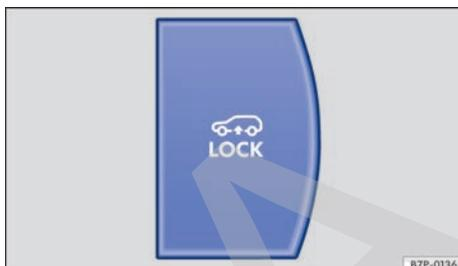

Fig. 169 En la parte inferior de la consola central: tecla Lock de la limitación de velocidad.
La regulación de nivel se desconecta automáticamente si se conecta el modo para elevación del vehículo con la tecla  → fig. 169.
- Pulse la tecla → fig. 169. Se enciende el símbolo en la tecla y en la pantalla del cuadro de instrumentos.
- Pulse la tecla → fig. 169. Se apaga el símbolo en la tecla y en la pantalla del cuadro de instrumentos.
ℹ️ Con la tecla → fig. 169 también se puede conectar y desconectar el modo para elevación del vehículo.